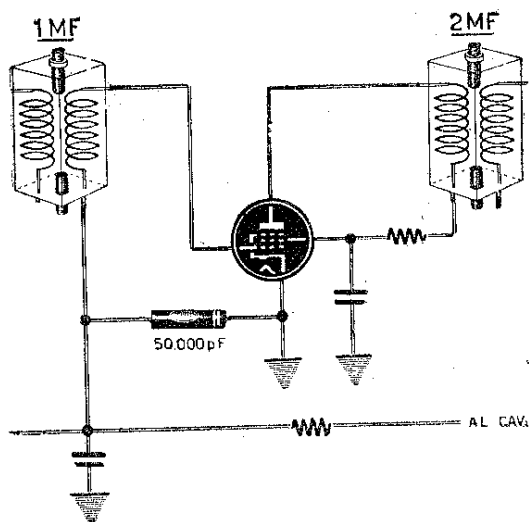

Fig. 72
**209** Inserire fra il terminale C.A.V. della 1a media frequenza e la massa un condensatore a carta della capacità di 50.000 pF (fig. 72).